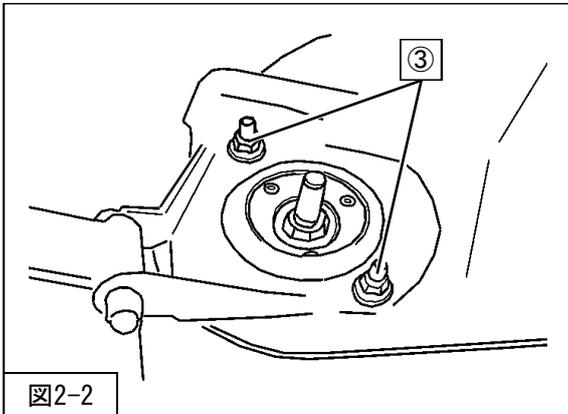

図2-2
③フロントサスペンションASSYアッパー取付ナット (BCNR33の締付トルク：39~54N・m) (BNR34の締付トルク：40~53N・m) を車両に取付けてください。(図2-2)